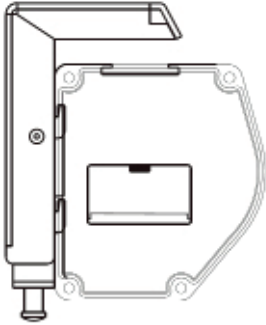

Bild 11
5. Vrid låsskruvarna medurs för att fästa projektorduken ordentligt. Därvid flyttas projektorduken långsamt upp mot fästet. Om detta görs på båda sidor har projektorduken säkrats mot att oavsiktligt lyftas ut ur fästena. Endast på detta sätt är monteringen tillåten! (Bild 11 och 12)